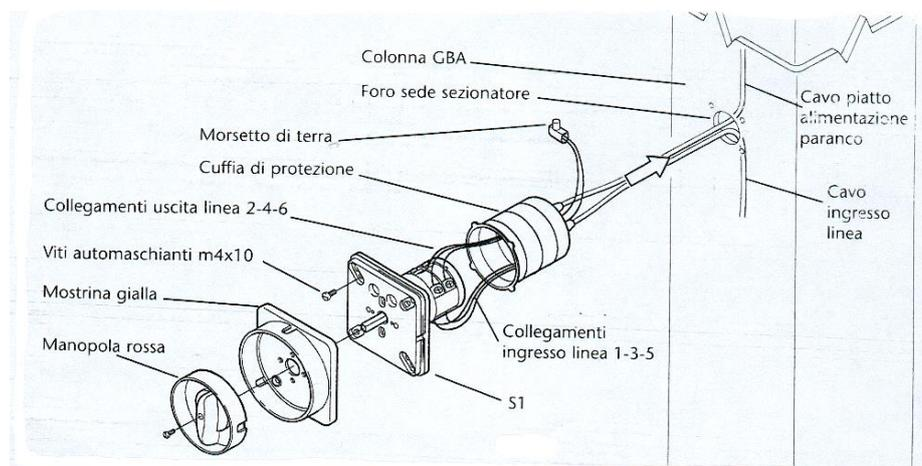

fig. 63
5. Posizionare nell'apposito foro della colonna il sezionatore collegando i relativi cavi elettrici, terminando il montaggio con l'applicazione della mostrina e della manopola rossa come da fig. 63.